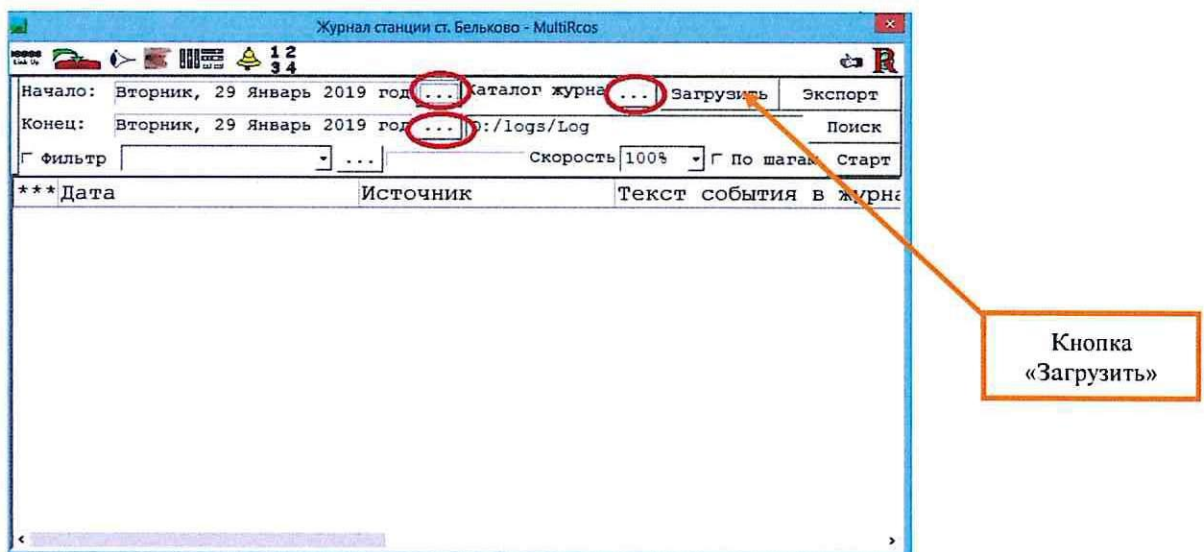

Рисунок 5. Кнопка «Загрузить».
7.1.4 Нажать кнопку «Загрузить», загрузка журнала займет некоторое время (зависит от мощности ЭВМ и загружаемого периода времени), в процессе загрузки будет отображаться процент завершенной работы (Рисунок 5).